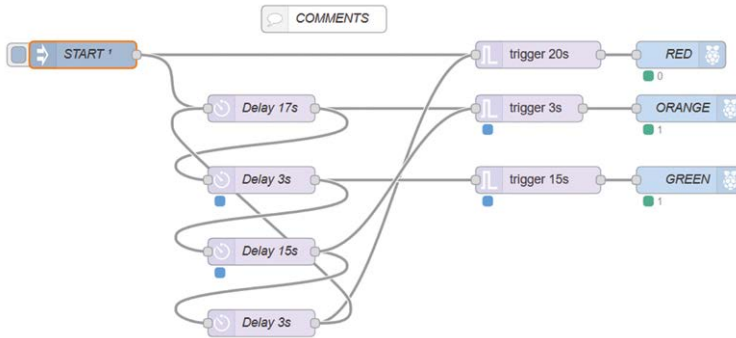
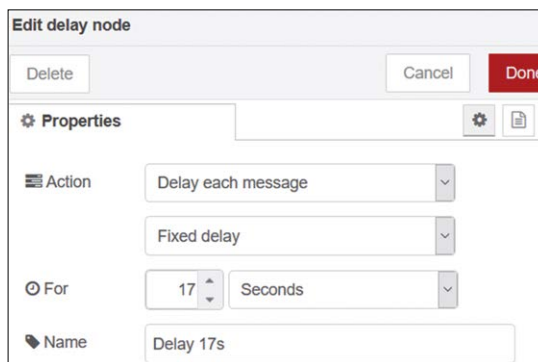

Figure 5.43 Programme de flux du projet
Figure 5.44 Nœud de retard de 17 secondes
Programme de flux Node-RED : La figure 5.43 montre le programme de flux. Dans ce programme, 11 nœuds sont utilisés **injecter** nœud pour démarrer la simulation, 4 **retard** nœuds pour générer les délais de temporisation requis, 3 **déclencher** les nœuds, et 3 **rpi gpio out** nœuds.
- Créer 4 **retard** nœuds comme indiqué dans la figure 5.43. Ces nœuds généreront les délais requis. Par exemple, lorsque la LED rouge est déclenchée pour rester allumée pendant 20 secondes. Après un délai de 17 secondes, la LED orange est également allumée afin que le rouge et l'orange soient allumés pendant 3 secondes. Après ce temps, la LED verte est déclenchée pour rester allumée pendant 15 secondes, et après ce temps, la LED orange est allumée pendant 3 secondes, puis de nouveau à la LED rouge. Cette séquence est répétée pour toujours. La figure 5.44 montre un exemple typique **retard** configuration de nœud.
- Joindre tous les nœuds comme indiqué dans la figure 5.43, et cliquer **Déployer**. Cliquer sur le bouton de nœud **injecter** pour démarrer la simulation. Vous devriez voir les 3 LED simulant les feux de circulation avec le calendrier spécifié au début de ce projet.